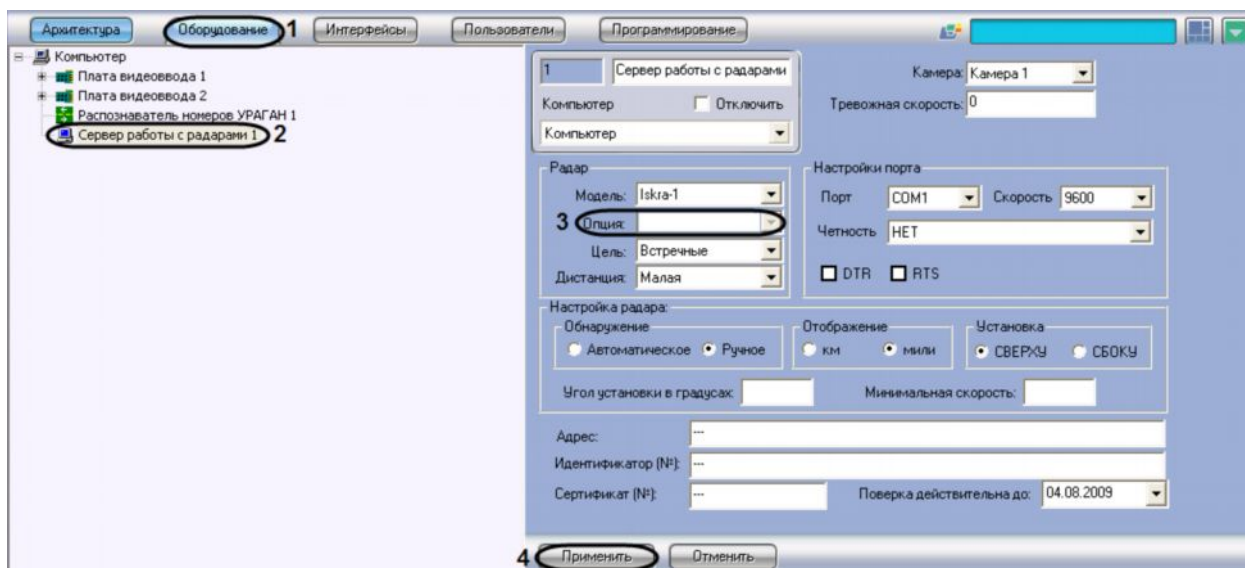

Рис. 7.4.6-1 Выбор типа установки устройства «Радар»
1. В диалоговом окне «Настройка системы» перейти на вкладку «Оборудование» (см. Рис. 7.4.6-1, 1).
2. В дереве объектов на вкладке «Оборудование» выбрать объект «Сервер работы с радаром», соответствующий настраиваемому программному модулю «Радар» (см. Рис. 7.4.6-1, 2). В правой части вкладки «Оборудование» отобразится панель настройки выбранного объекта.
3. В списке опция выбрать тип установки устройства «Радар». Если устройство «Радар» устанавливается стационарно, то требуется выбрать пункт «Стационарный», если устройство «Радар» используется на движущихся транспортных средствах, то требуется выбрать пункт «Движущийся» (см. Рис. 7.4.6-1, 3)
4. Нажать кнопку «Применить» (см. Рис. 7.4.6-1, 4).